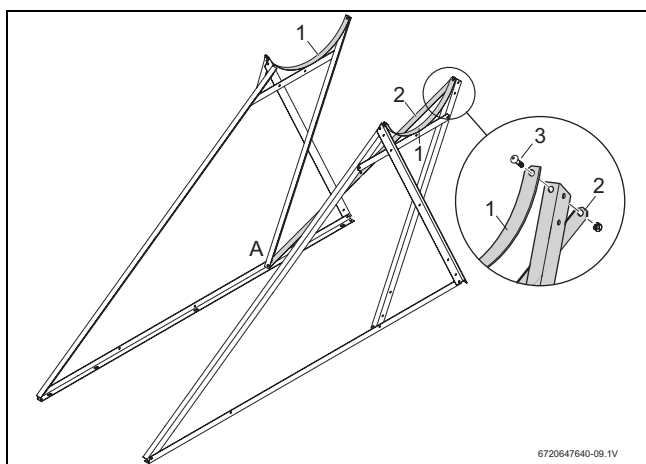

Fig. 15 Montar el perfil de soporte trasero
- ▶ Atornillar los perfiles de soporte traseros por el centro formando una cruz y unir con ellos los dos triángulos laterales. Montar también las cintas del acumulador (→ Fig. 15, [1]). La cabeza aplanada del tornillo debe mirar en dirección del acumulador de agua caliente que se mostrará posteriormente (→ Fig. 15, [3]).
- se monte el primer soporte trasero (→ Fig. 15, [2]) desde arriba atrás a la derecha hacia abajo delante a la izquierda (→ Fig. 15, [A]).